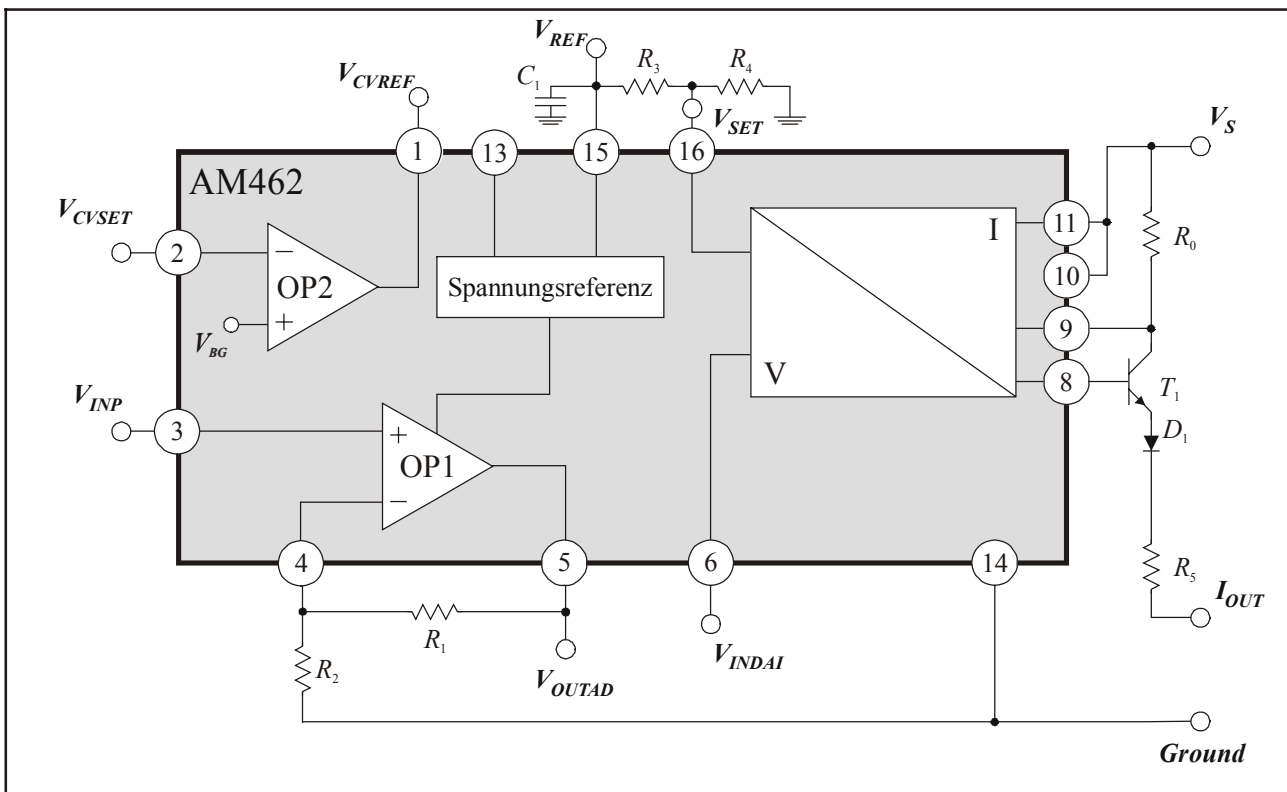
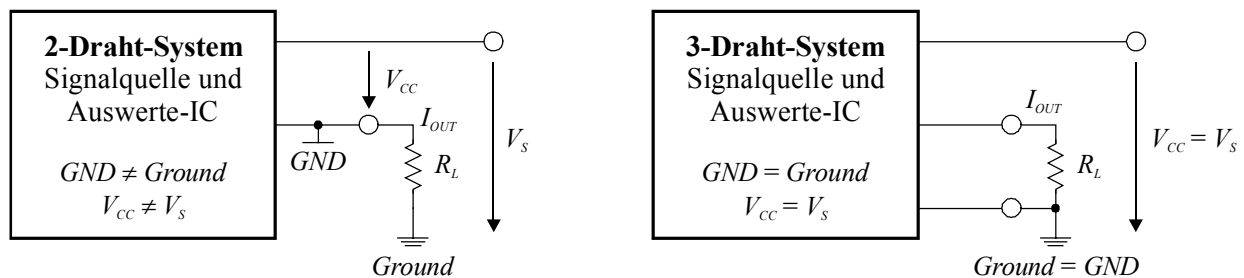
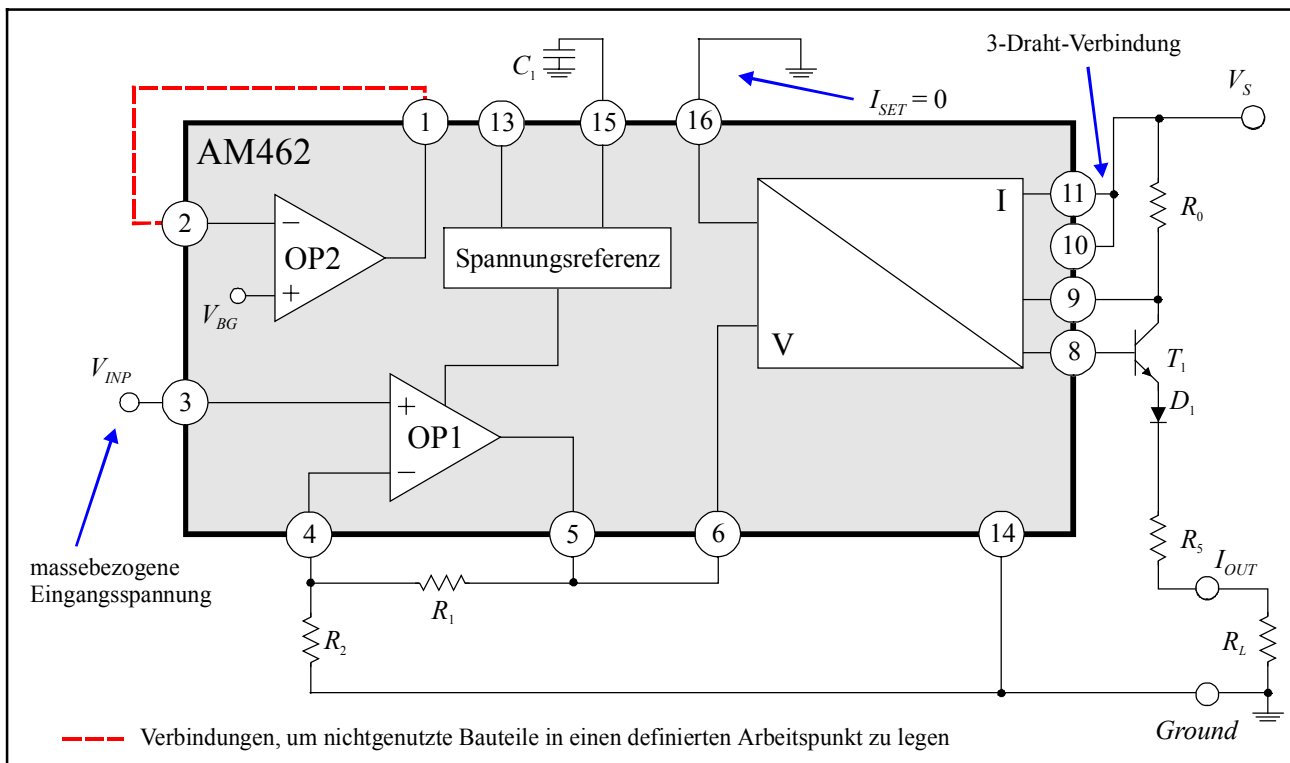
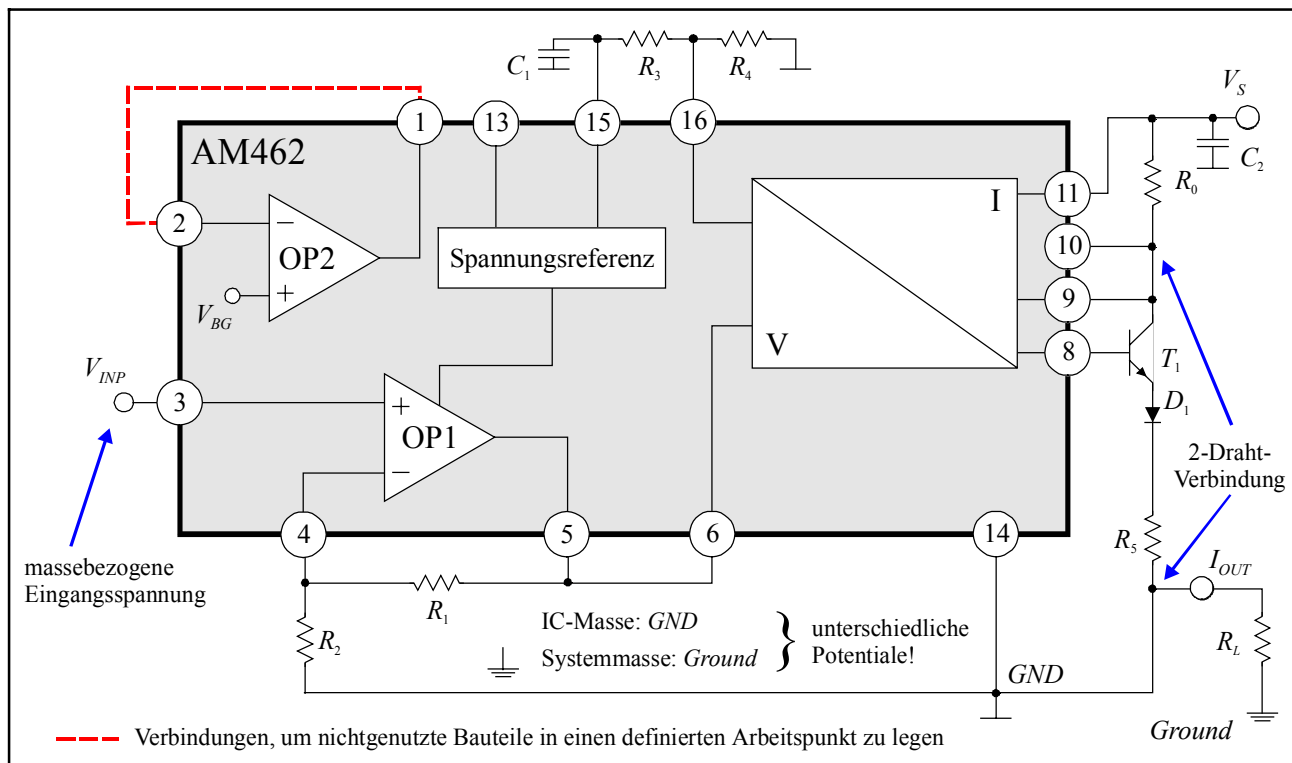

Abbildung 2: Prinzipschaltbild AM462 mit externen Bauelementen (3-Draht-Schaltung für Stromausgang)
Abbildung 3: Unterschied 2- und 3-Draht-Betrieb
Abbildung 7: Typische Anwendung für massebezogene Eingangssignale
Abbildung 8: Typische 2-Draht-Anwendung für massebezogene Eingangssignale
Der AM462 ist ein modular aufgebautes, universelles U/I-Wandler- und Schutz-IC, welches speziell für die Aufbereitung von massebezogenen Spannungssignalen entwickelt wurde. Durch seine Konzeption ist er für industrielle Anwendungen sowohl für den 3-Draht- als auch für den 2-Draht-Betrieb geeignet (vgl. Anwendung **Abbildung 8**). Die Funktion des AM462 wird anhand des Blockschaltbildes (**Abbildung 2**) erläutert, das auch die wenigen externen Bauteile aufzeigt, die für den Betrieb des AM462 nötig sind. Elektrische Randbedingungen für die externen Komponenten finden sich auf Seite 6.
Der AM462 besteht aus mehreren modularen Funktionsmodulen (OPs, V/I-Konverter und Referenzen), die durch externe Verknüpfungen zusammengeschaltet oder separat betrieben werden können (siehe Grundschaltung in **Abbildung 2**):
2. Der interne Spannungs-/Stromwandler (V/I-Converter) liefert ein spannungsgesteuertes Stromsignal am IC-Ausgang *IOUT* (Pin 8), das einen externen Transistor T_1 ansteuern kann, der den eigentlichen Ausgangsstrom I_{OUT} liefert. Der Transistor ist aus Gründen der Verlustleistung extern ausgeführt und wird durch eine zusätzliche Diode D_1 gegen Verpolung geschützt. Über den Pin *SET* kann ein Offsetstrom I_{SET} am Ausgang *IOUT* eingestellt werden (z.B. mit Hilfe der internen Spannungsreferenz und einem externen Spannungsteiler wie in **Abbildung 2** dargestellt). Der externe Widerstand R_0 ermöglicht bei gleichzeitigem Betrieb von Strom und Spannungsausgang eine Feinjustage des Ausgangsstromes. Für den durch T_1 verstärkten Ausgangsstrom I_{OUT} gilt die Beziehung
- Die *Referenzspannungsquelle* des AM462 erlaubt die Spannungsversorgung von externen Komponenten (z.B. Sensoren, μP usw.). Der Wert der Referenzspannung V_{REF} kann über Pin 13 V_{SET} eingestellt werden. Bei nicht angeschlossenem Pin V_{SET} ist $V_{REF} = 5V$; ist V_{SET} an Masse geschaltet, gilt $V_{REF} = 10V$. Unter Verwendung von zwei externen Widerständen (zwischen Pin V_{REF} und Pin V_{SET} sowie Pin V_{SET} und GND , siehe **Abbildung 2**) lassen sich auch Zwischenwerte einstellen.
Im 3-Draht-Betrieb (vgl. *Abbildung 3* rechts und *Abbildung 7*) wird der Masseanschluß des ICs (Pin *GND*) mit der von außen zugeführten Systemmasse *Ground* verbunden. Die System-Versorgungsspannung V_S wird an Pin *VCC* angeschlossen und Pin *VCC* mit Pin *RS+* verbunden.
Im 2-Draht-Betrieb (vgl. *Abbildung 3* links und *Abbildung 8*) wird die System-Versorgungsspannung V_S an den Pin *RS+* angeschlossen und der Pin *VCC* mit Pin *RS-* verbunden. Der Masseanschluß des IC (Pin *GND*) wird am Knotenpunkt zwischen dem Widerstand R_S und dem Lastwiderstand R_L (Stromausgang I_{OUT}) kontaktiert. Damit ist die Masse *GND* des ICs **nicht** gleich der Systemmasse *Ground*!!! Das Ausgangssignal wird über dem Lastwiderstand R_L abgegriffen, der den Stromausgang I_{OUT} mit der Systemmasse verbindet.
Der Grund dafür ist, daß das IC im 2-Draht-Betrieb zum eigentlichen Lastwiderstand R_L in Reihe geschaltet ist. In *Abbildung 3* ist dieser Sachverhalt graphisch dargestellt.
Bei Nutzung der Verstärkerstufe OP1 zusammen mit dem V/I-Converter zur Spannungs/Stromwandlung sollte zunächst ein Offset-Abgleich des Ausgangsstroms durch geeignete Wahl der Widerstände R_3 und R_4 durchgeführt werden. Dazu muß der Eingang von OP1 auf Masse gelegt werden ($V_{INP} = 0$). Mit dem Kurzschluß am Eingang und einer Beschaltung des Pins *VSET* des V/I-Converters nach *Abbildung 2* ergibt sich für den Ausgangsstrom nach Gleichung 2:
1. Zum Betrieb des AM462 muß **immer** die externe Kapazität C_1 (hochwertige Keramikkapazität) kontaktiert werden (vgl. Abbildung 2). Es ist zu beachten, daß der Wert der Kapazität auch über den Temperaturbereich nicht den Wertebereich in den Randbedingungen auf Seite 6 verläßt. Im 2-Draht-Betrieb ist zusätzlich die Keramikkapazität C_2 zu verwenden (vgl. **Abbildung 8**).
In **Abbildung 7** ist eine 3-Draht-Anwendung dargestellt, bei welcher der AM462 ein positives massebezogenes Spannungssignal verstärkt und wandelt. Die nicht genutzten Blöcke (z.B. OP2) sind in der Anwendung in definierte Arbeitspunkte gelegt worden. Alternativ können diese Funktionsgruppen natürlich weiterhin benutzt werden (z.B. zur Speisung externer Komponenten).
Im 2-Draht-Betrieb (vgl. **Abbildung 8**) wird die System-Versorgungsspannung V_S an den Pin $RS+$ angeschlossen und der Pin VCC mit Pin $RS-$ verbunden. Der Masseanschluß des IC (Pin GND) wird am Knotenpunkt zwischen dem Widerstand R_5 und dem Lastwiderstand R_L (Stromausgang I_{OUT}) kontaktiert. Damit ist die Masse des IC (GND) **nicht** gleich der Systemmasse ($Ground$)!!! Das Ausgangssignal wird über dem Lastwiderstand R_L abgegriffen, der den Stromausgang I_{OUT} mit der Systemmasse verbindet.